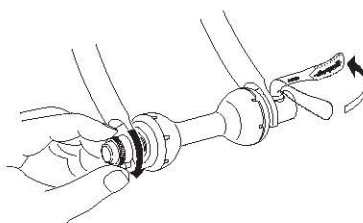

Fig. 21
- Ruotate la leva in modo che sia perpendicolare alla bicicletta (Fig. 21).
- Turn the lever so that it is perpendicular to the bike (Fig. 21).
- Den Hebel senkrecht zum Fahrrad drehen. (Abb. 21).
- Tournez le levier de façon à ce qu'il soit perpendiculaire à la bicyclette (Fig. 21).
- Girar la rueda hasta que quede perpendicular a la bicicleta (Fig. 21).
- Draai de handle zodanig dat hij loodrecht ten opzichte van de fiets staat (Fig. 21).